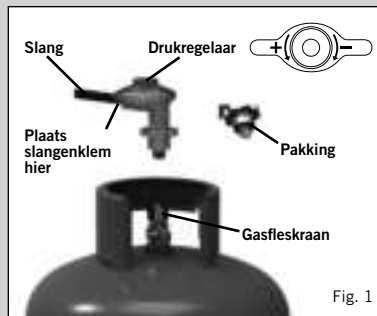

Fig. 1
- De slang en pakking op de drukregelaar dienen gecontroleerd te worden op slijtage of beschadiging voor ieder gebruik en voor aansluiting op de gasfles (zie fig.1).
- Controleer dit elke keer dat u het apparaat op de gasfles aansluit (zie fig. 1).